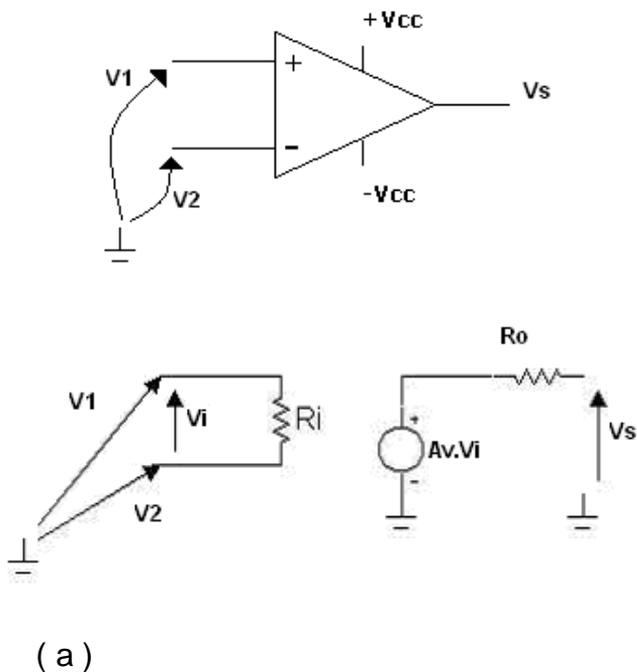

Figura 1 – Amplificador operacional – Símbolo e circuito equivalente
O amplificador operacional (AO) é um dispositivo em circuito integrado (CI) de grandes aplicações em praticamente todas as áreas da eletrônica. Para o estudo do mesmo é usado o modelo (circuito equivalente) mostrado na Figura 1b, o qual é adequado para a maioria das aplicações. A Figura 1^a mostra o símbolo do AO e a Figura 1b o circuito equivalente simplificado.
Na Figura 1, V_1 é a tensão aplicada na entrada não inversora (+) e V_2 a tensão aplicada na entrada inversora (-).